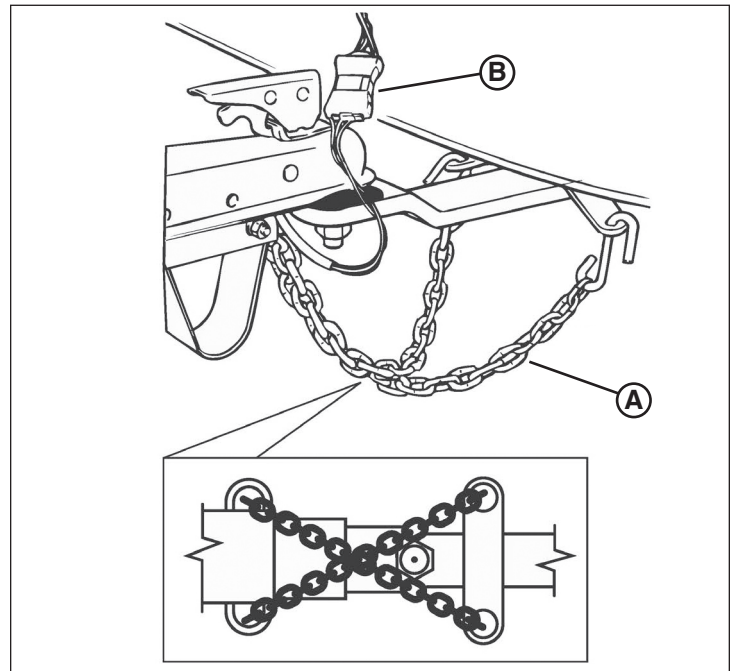

Figura 5
7. Conecte las cadenas de seguridad (A, Figura 5) al armazón del enganche del vehículo remolcador. Cruce las cadenas debajo de la lengua como se muestra. Deje suficiente holgura en las cadenas para permitir los giros, pero no demasiada como para que estas tengan contacto con la superficie del camino.
8. Conecte el conector de las luces del remolque (B, Figura 5) al conector de las luces del vehículo remolcador. Asegúrese de que el haz de cables de las luces del remolque tenga la longitud adecuada para evitar la desconexión cuando gire, pero no demasiada como para que este tenga contacto con la superficie del camino. Revise que las luces de detención, de viraje, traseras, marcadoras laterales y de la placa de licencia funcionen correctamente.